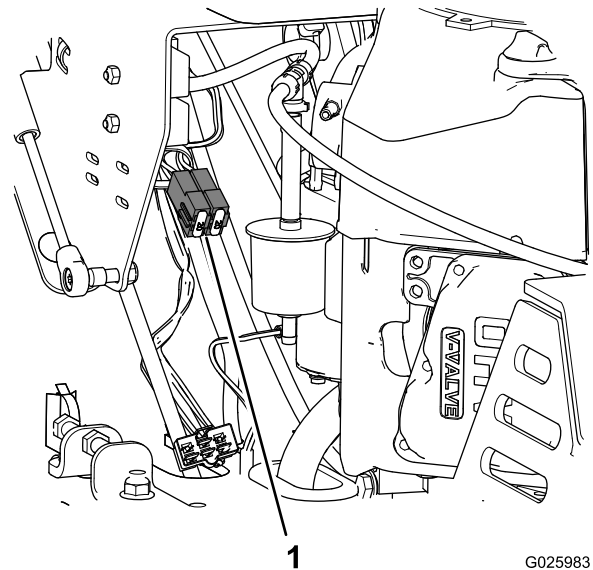

Figura 41
3. Saque el fusible del zócalo del bloque de fusibles (Figura 41).
4. Introduzca un fusible del mismo tipo y amperaje en el zócalo del bloque de fusibles (Figura 41).